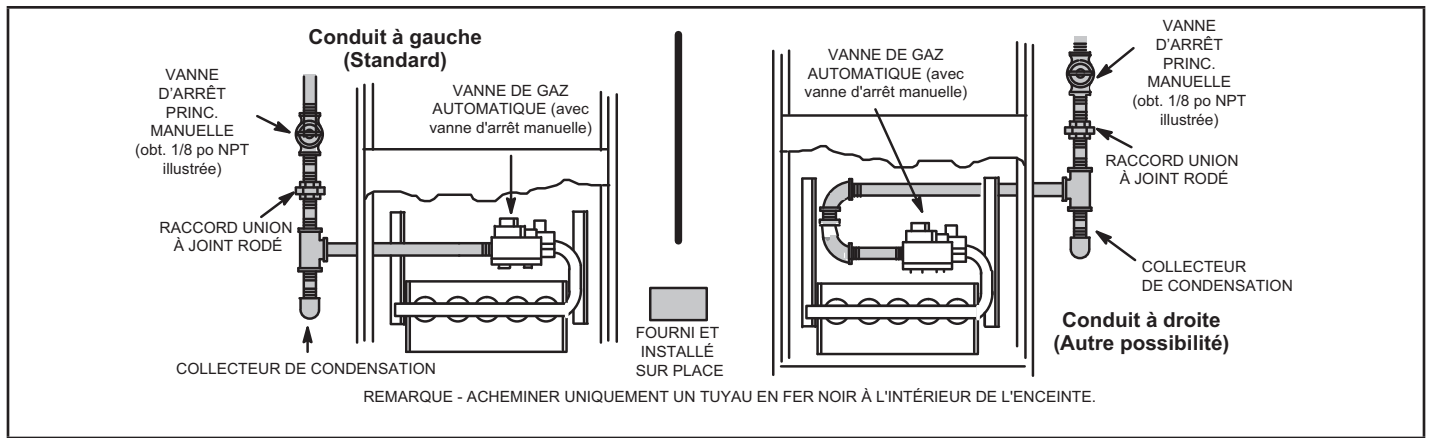

FIGURE 55
- 1 - La canalisation de gaz peut pénétrer dans l'appareil par le côté droit ou le côté gauche. La canalisation d'alimentation entre dans la vanne de gaz par le côté de la vanne, comme illustré à la FIGURE 55. La canalisation de gaz doit être serrée à un couple minimum de 350 livres et un maximum de 800 livres sur la vanne de gaz.
- 3 - La canalisation de gaz ne doit pas traverser les conduits d'air, les chutes à linge sale, les cheminées ou conduits d'évacuation des gaz, les monte-plats ou les cages d'ascenseur. Centrer la canalisation de gaz dans l'ouverture. La canalisation de gaz ne doit pas toucher le côté de l'unité. Voir FIGURE 55.